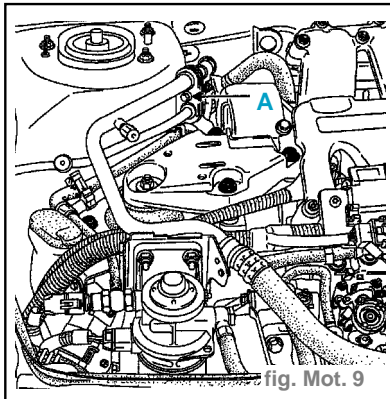

fig. Mot. 9
- les vis **(A)** et **(B)** de maintien des tuyauteries d'air (si équipé), récupérer les joints d'étanchéité et obturer les tuyaux à l'aide de bouchons. (fig. Mot. 9 et 10)